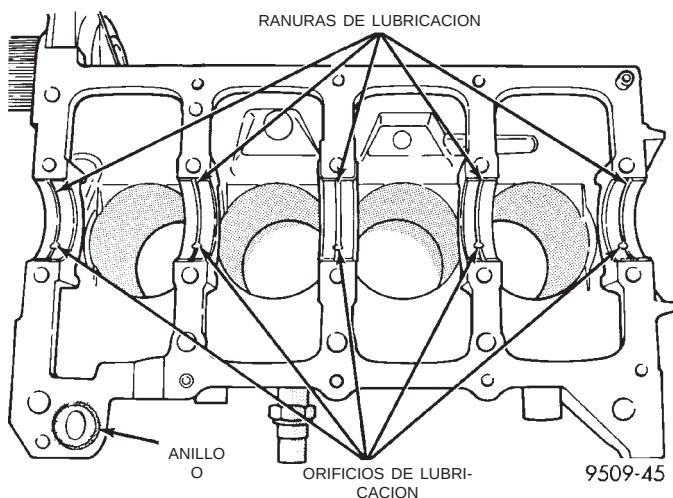

Fig. 104 Instalación del casco superior del cojinete principal
(1) Instale los cascos de cojinete principal con la ranura de lubricación en el bloque de cilindros. Instale el anillo O en la escotadura del bloque (Fig. 104).
(2) Asegúrese de los orificios de lubricación estén alineados con los orificios de lubricación de los cojinetes y que las lengüetas del cojinete se asienten en las ranuras para lengüetas del bloque.